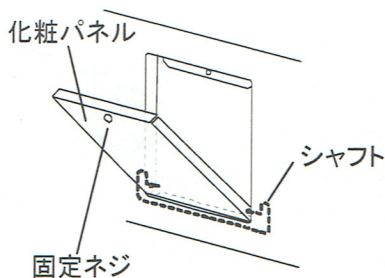

図 10
1. 自記温度記録計の取付位置にある化粧パネルの固定ネジを外して、化粧パネルを手前に開いてください。その後、シャフトを左右に広げて、化粧パネルを外してください。(図 10)